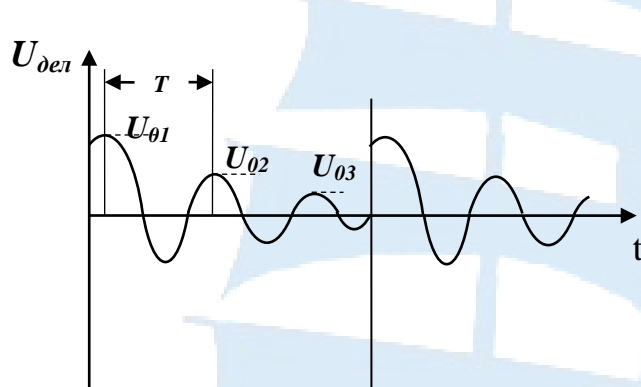

Рис. 6
Происходящие в контуре затухающие колебания наблюдаются на экране монитора **ПК**. Картина имеет вид, изображенный на рис. 6. По наблюдаемой картине можно определить период  $T$  затухающих колебаний. На рис. 6 показано, как определяется период колебаний  $T$  и амплитудные значения напряжения  $U_{01}, U_{02}, U_{03}$ .
5. Получить на экране монитора устойчивую картину колебаний (см. рис. 6).